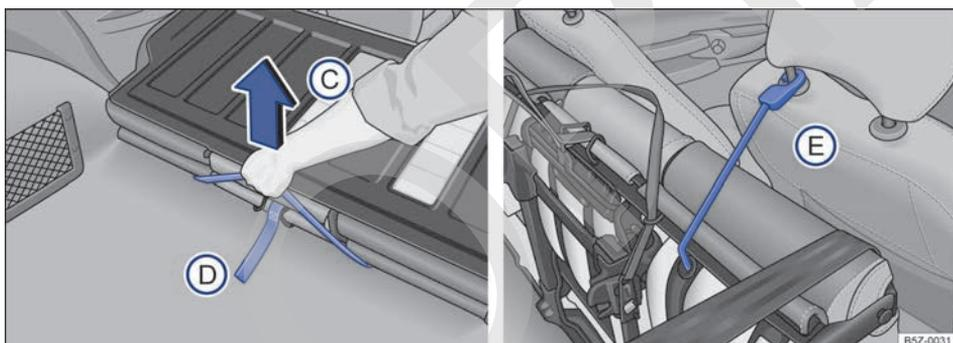

Fig. 75 Asiento trasero: manija para desbloqueo del conjunto del piso (C); correa elástica roja para fijar el vástago del apoyacabezas (E).
- Tire de la manija negra → **fig. 75 C** para desbloquear el conjunto del piso y, al mismo tiempo, levántelo **con cuidado** hacia los asientos delanteros.
- Localice la correa elástica roja ubicada en la parte inferior de la banqueta del asiento y encaje el gancho de la correa en el vástago del apoyacabezas del asiento del acompañante → **fig. 75 E**, inmovilizando el conjunto.
- Suelte el gancho de la correa elástica roja del vástago del apoyacabezas del asiento del acompañante → **fig. 75 E** y, encájelo debajo del asiento trasero.
- Tire de la manija roja → **fig. 75 D** para desbloquear el respaldo y, al mismo tiempo, vuelva a colocar el respaldo en su posición inicial.